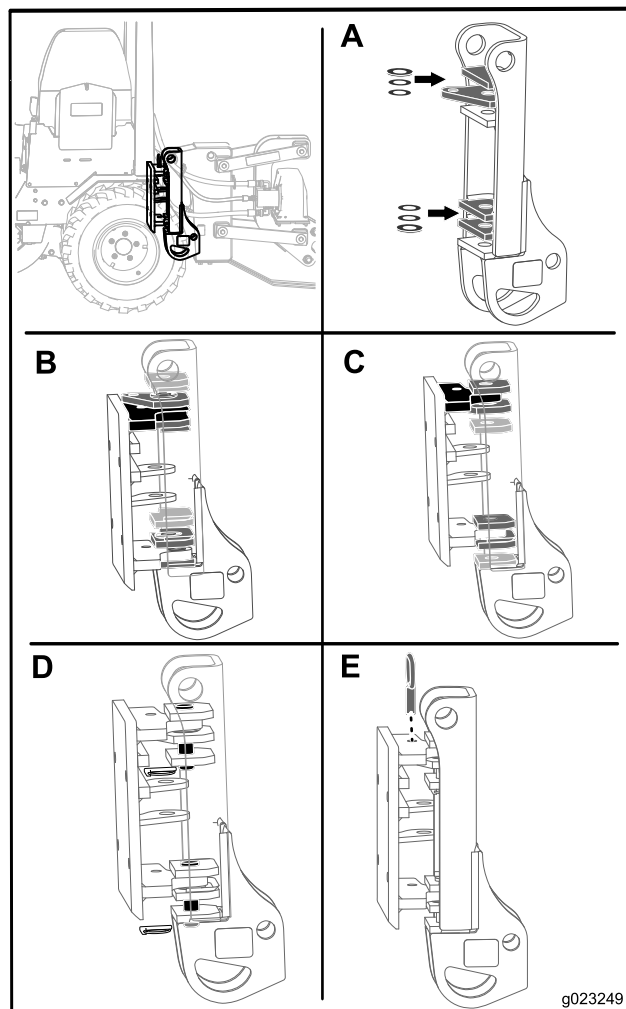

Figura 4
1. Coloque 1 arandela (1 pulgada) entre las placas 1 y 2, y entre las placas 4 y 5 del conjunto del arado, según se muestra en Figura 4, Casilla A.
- Si están instalados neumáticos de 23 pulgadas, coloque el conjunto de giro en la placa de enganche con el soporte superior entre las placas 2 y 3 del conjunto del arado, y el soporte inferior entre las placas 5 y 6 del conjunto del arado (Figura 4, Casilla B).
placa de enganche con el soporte superior entre las placas 1 y 2 del conjunto del arado, y el soporte inferior entre las placas 4 y 5 del conjunto del arado (**Figura 4**, Casilla C).
4. Inserte los dos pasadores de giro del arado por el taladro de las placas del conjunto del arado, y sujételos con los 2 pasadores de bloqueo (**Figura 4**, Casilla D).
5. Inserte el pasador de bloqueo de giro por el taladro de la placa de enganche y el taladro de la segunda placa del conjunto del arado (**Figura 4**, Casilla E).